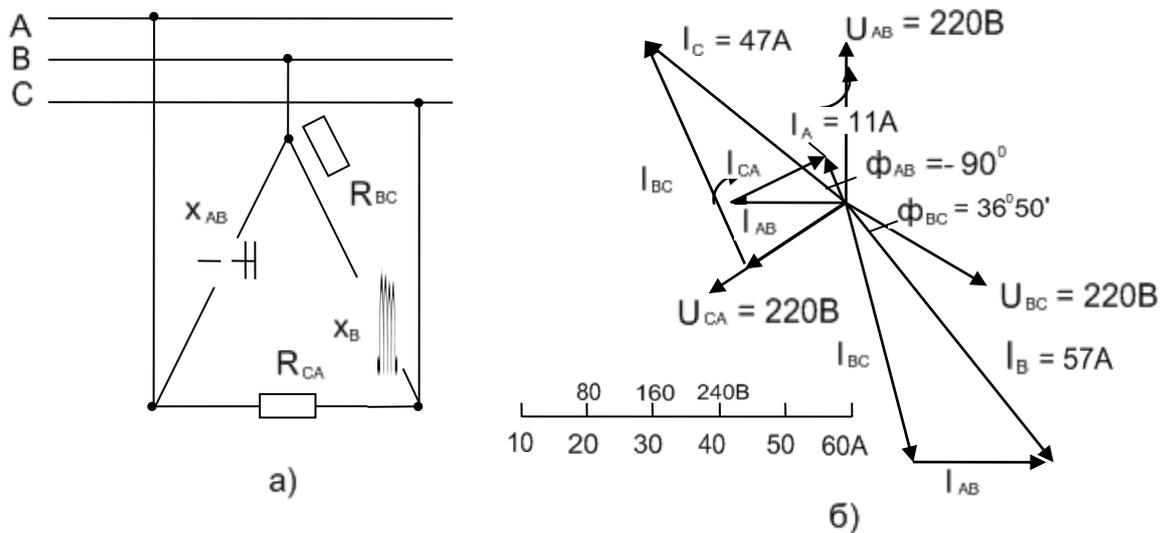

Рис.87
**Пример 8.** В трехфазную сеть включили треугольником несимметричную нагрузку (рис.87, а): в фазу АВ – конденсатор с емкостным сопротивлением  $x_{AB} = 10 \text{ Ом}$ ; в фазу ВС – катушку с активным сопротивлением  $R_{BC} = 4 \text{ Ом}$  и индуктивным  $x_{BC} = 3 \text{ Ом}$ ; в фазу СА – активное сопротивление  $R_{CA} = 4 \text{ Ом}$ . Линейное напряжение сети  $U_{\text{ном}}=220 \text{ В}$ . Определить фазные токи, углы сдвига фаз и начертить в масштабе векторную диаграмму цепи. По векторной диаграмме определить числовые значения линейных токов.